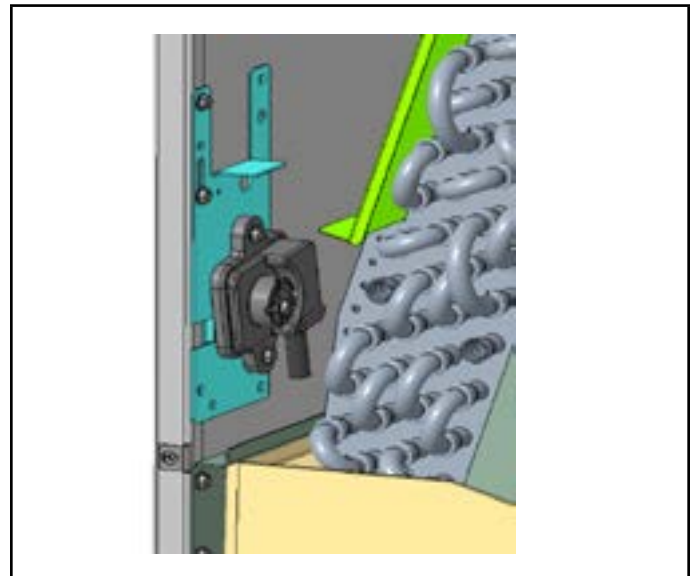

FIGURA 8
- 1 - Retire el conjunto del soporte del sensor de la posición vertical (como se muestra en la FIGURA 8). No retire el sensor del soporte y no desconecte ni vuelva a tender el cable del sensor del área del panel de control.